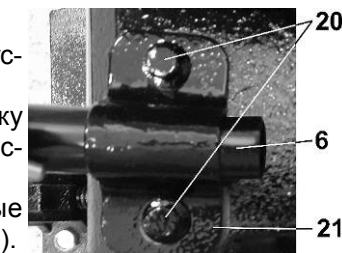

Рис. 4
8.2. Установите и закрепите рабочую ручку (6), для чего ослабьте винты (20), вставьте и выпустите край ручки (6) на 1+1,5см за скобу (21), положение закрепите, Рис.4.